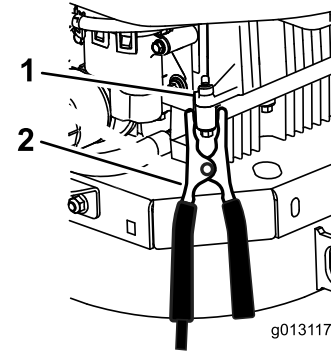

Figura 50
- Eseguite l'ultimo collegamento sul **blocco motore** (non sul polo negativo della batteria) della macchina con la batteria scarica, lontano dalla batteria, e state lontani (Figura 50).